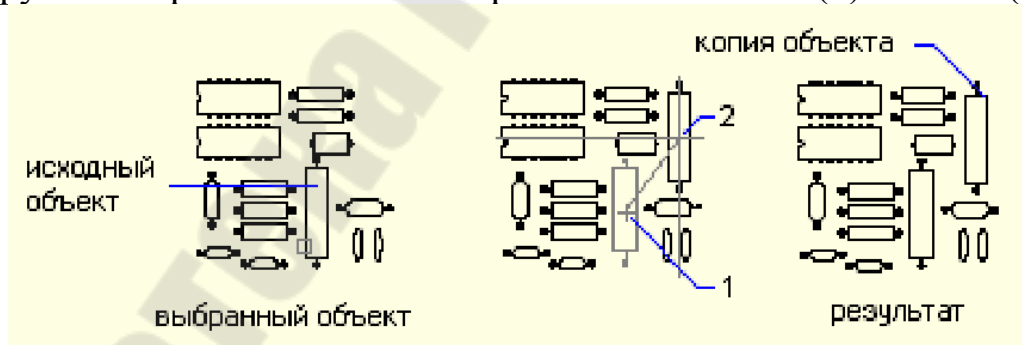

Рис. 2.100. Копирование объекта:
В следующем примере (рис. 2.100) производится копирование блока, представляющего электронный компонент: сначала выбирается исходный объект для копирования, затем указывается базовая точка для перемещения (1), после чего указывается вторая точка (2). Объект копируется на расстояние и в направлении от точки (1) к точке (2).